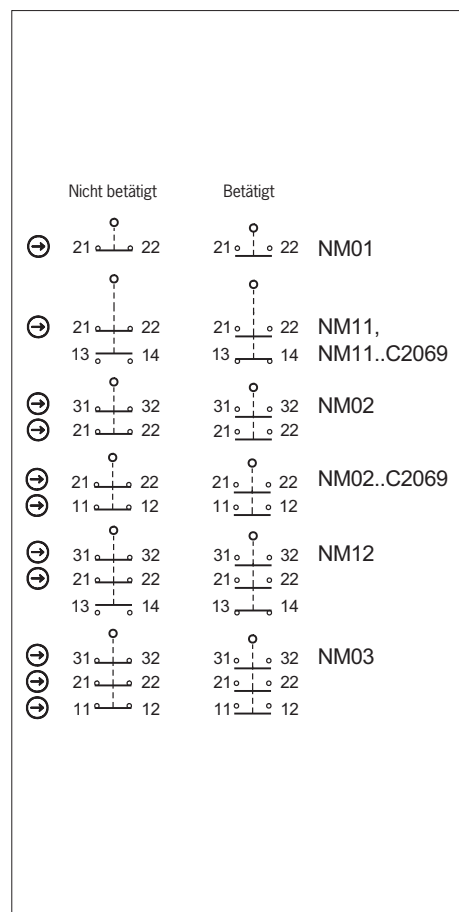

Bild 5: Schaltelelemente und Schaltfunktionen
Es muss mindestens ein Kontakt verwendet werden. Dieser signalisiert die Stellung der Schutzeinrichtung (Kontaktbelegung siehe Bild 5).
3. Anschließen und Klemmen mit 0,5 Nm anziehen (Kontaktbelegung siehe Bild 5).
The switching contacts are actuated when the actuating element is moved from the free position to the end position. The safety contacts  $\ominus$  are positively opened in this process (see Fig. 5).
The detailed switching states for your switch can be found in Fig. 5. All available switching elements are described there.
At least one contact  $\ominus$  must be used. This signals the position of the guard (for terminal assignment, see Fig. 5).
3. Connect and tighten terminals with 0.5 Nm (for terminal assignment, see Fig. 5).